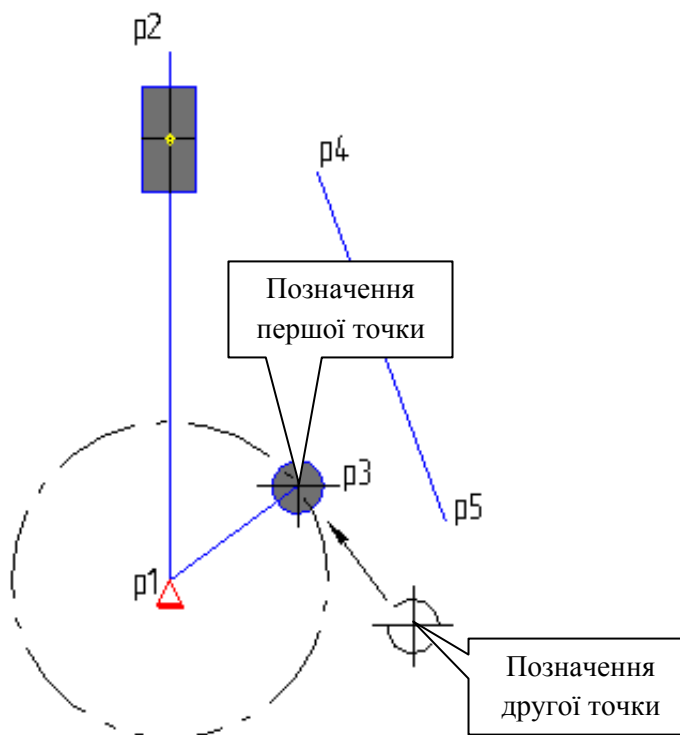

Рисунок 3.4 – З'єднання шарніра з кривошипом
3. Тепер перенесемо шарнір у точку  $p3$  кривошипа  $p1$ - $p3$ . Для цього увімкніть кнопку **Об'єднати точки** і послідовно вкажіть точку  $p3$  і центральну точку шарніра. Центр кола переміститься в точку  $p3$  (рис. 3.4).